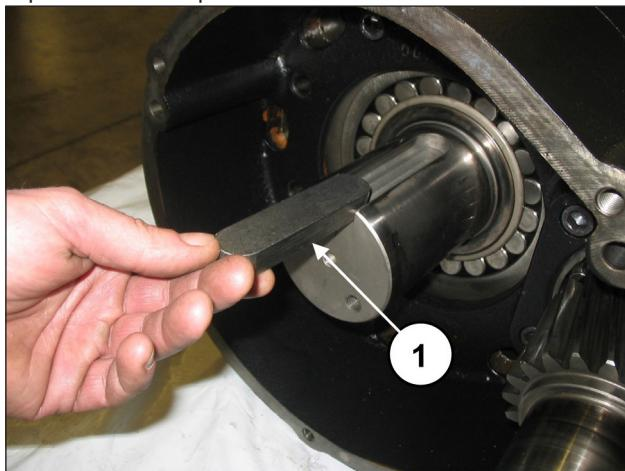

Fig. 62
Appliquer la languette 22x14x100 dans le logement de l'arbre (rep. ①, Fig. 62) et insérer la couronne sur l'arbre.